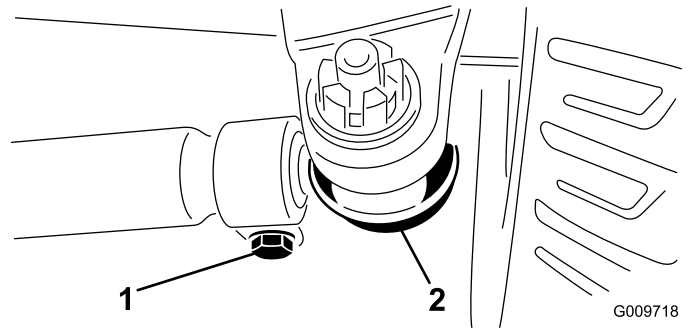

**Figura 49**
1. Mida la distancia entre centros (a la altura del eje) en la parte delantera y trasera de los neumáticos de dirección. La distancia delantera debe ser de 3 mm menos que la trasera (Figura 49).